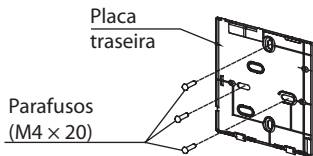

Fig. 3-5
- Para montagem à superfície, fixe a placa traseira na parede com os 3 parafusos (M4x20) e tampões. (Fig. 3-5)